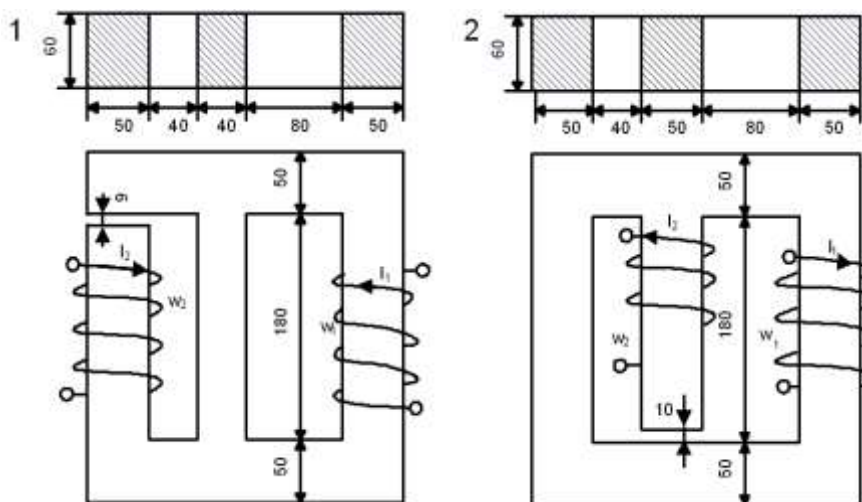

Рис. 3. Разветвленная магнитная цепь
*Задача.* Разветвленная магнитная цепь (рис. 3) представляет собой трехстержневой сердечник из листов электротехнической стали, кривая намагничивания которой представлена в таблице 10. Начертите эквивалентную схему магнитной цепи, указав на ней направление магнитных потоков и магнитодвижущих сил (мдс), составьте систему уравнений по законам Кирхгофа для магнитной цепи, определите магнитные потоки в стержнях, магнитное напряжение и значение магнитной индукции в воздушном зазоре. При расчете цепи потоками рассеяния пренебречь.
Размеры магнитной цепи (рис. 3) указаны в мм.